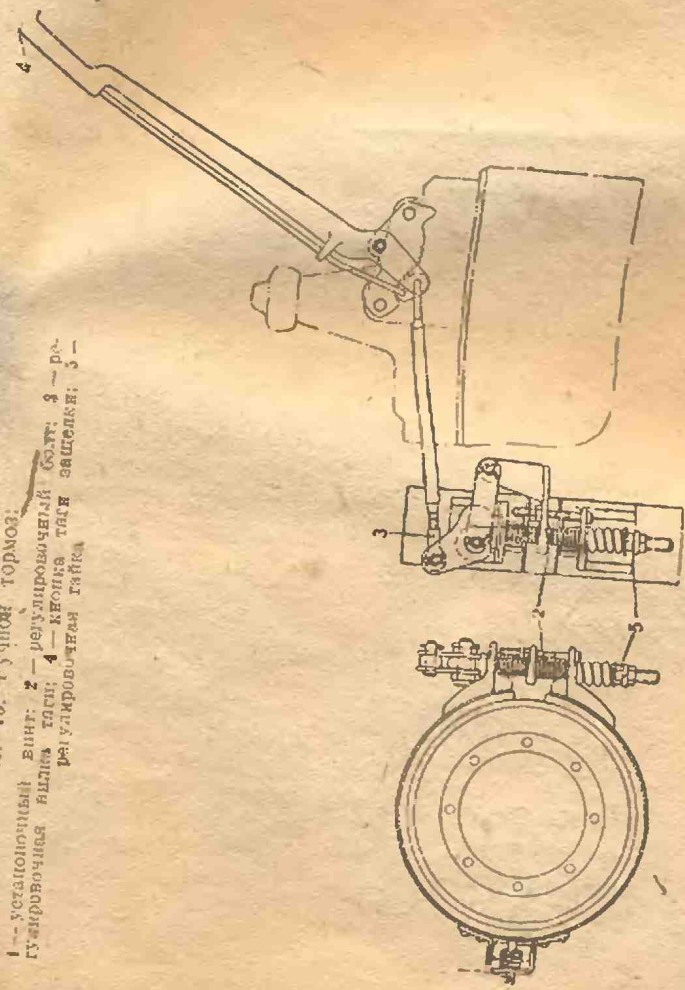

Рис. 15. Ручной тормоз.
2. Заверни установочный винт 1 (рис. 15) опоры центрального тормоза таким образом, чтобы между тормозной лентой и барабаном (у опоры) зазор был равен 0,25 мм.